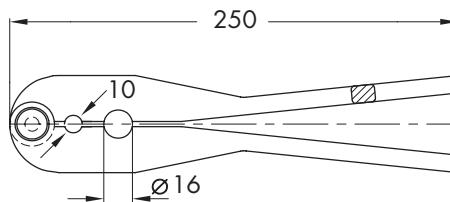

Рис. 6 · Монтажный инструмент (номер по каталогу для заказа 9129-1995)
Рекомендуется пользоваться монтажным инструментом SAMSON (рис. 6). С помощью этого инструмента можно захватывать в тиски плунжерные штоки с  $\varnothing 10$  и  $\varnothing 16$  мм.
4. Отвинтить конус со штока, поддерживая его подходящим инструментом (рис. 6), не допуская скручивания металлического сильфона, приваренного к штоку.